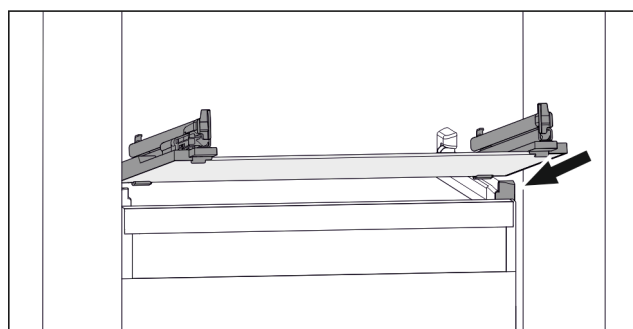

Fig. 72 Przykładowa prezentacja płyty szklanej
- ▶ Założyć płytę szklaną pod skosem za stoperami. (patrz Fig. 72)